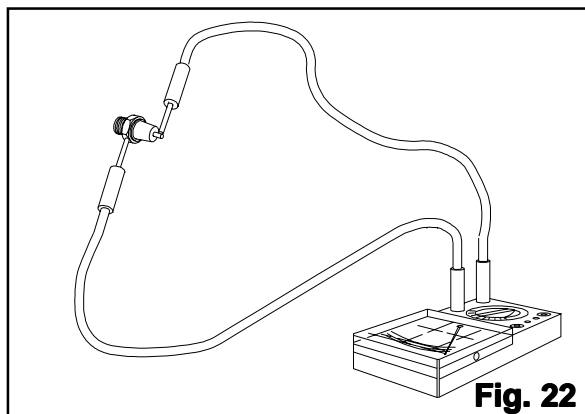

Fig. 22
- Verificare che a motore spento ci sia continuita' fra il positivo e massa (Fig.22).
- Check if there is continuity between (+) and ground when the engine is not running (Fig.22).